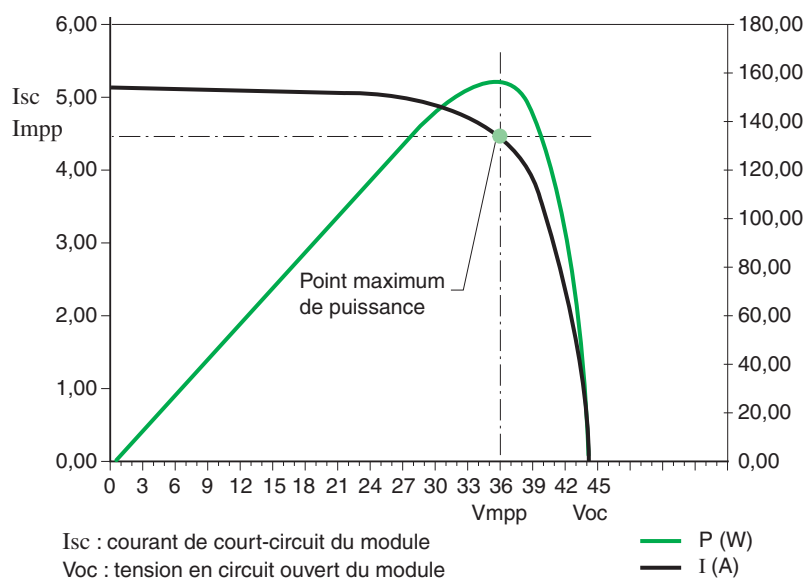

Fig. P7b : Point de fonctionnement d'un champ-photovoltaïque qui produit le plus de puissance, aussi appelé le Maximum Power Point Tracker
- Fonction MPPT : Elle calcule le point de fonctionnement en tension et en courant de la surface -ou champ- photovoltaïque qui produit le plus de puissance, aussi appelé le Maximum Power Point Tracker (Recherche de Point de Puissance Maximum), voir la Figure P7b.